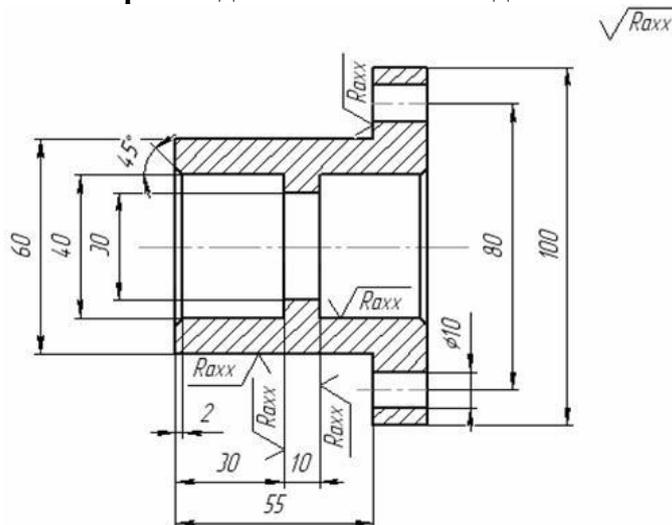

Рис. 10. Стакан подшипника
Выполнение чертежа детали «Стакан подшипника» (Рис. 10)
9. Выполним простановку размеров на чертеже (рис.10). Для этих целей откроем *Инструментальную панель Размеры* и нажмем **Линейный размер** . Линейный размер устанавливается двумя щелчками левой кнопки мыши в начале и в конце длины, затем отводится курсор в сторону и повторно нажимается кнопка, при этом значения размеров проставляются автоматически. Для обозначения угла воспользуемся функцией **Угловой размер** .
10. Обозначим шероховатость (рис.10). Для обозначения шероховатости откроем *Инструментальную панель Обозначения* и нажимаем на **Шероховатости** . На *Панели*